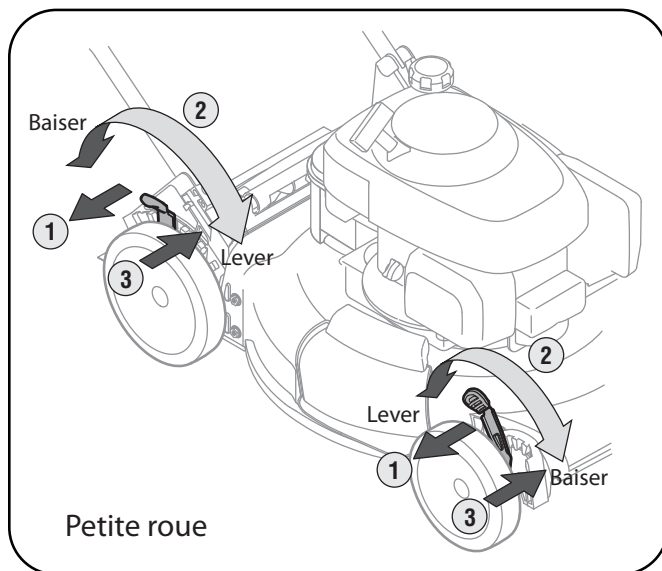

Figure 3-10
2. Placez la manette à la position désirée pour changer la hauteur de coupe. Voir les Figures 3-10 et 3-10A.